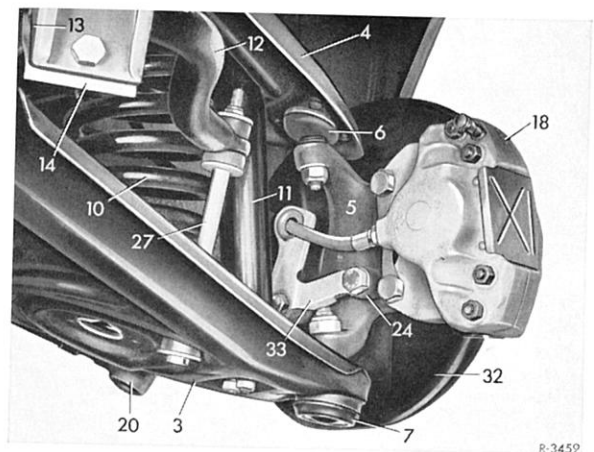

Bild 33-9/1
- 2 Lenkspurhebel vom Achsschenkel abschrauben (Bild 33-9/1).
- 3 Bremsleitung (16) und Bremsschlauch (17) voneinander trennen (Bild 33-9/2); Halter (33) vom Bremsschlauch abziehen (Bild 33-9/1).
- 5 Traggelenk mit der Vorrichtung (41) vom Achsschenkel abdrücken; unteren Querlenker abnehmen (Bild 33-9/3).